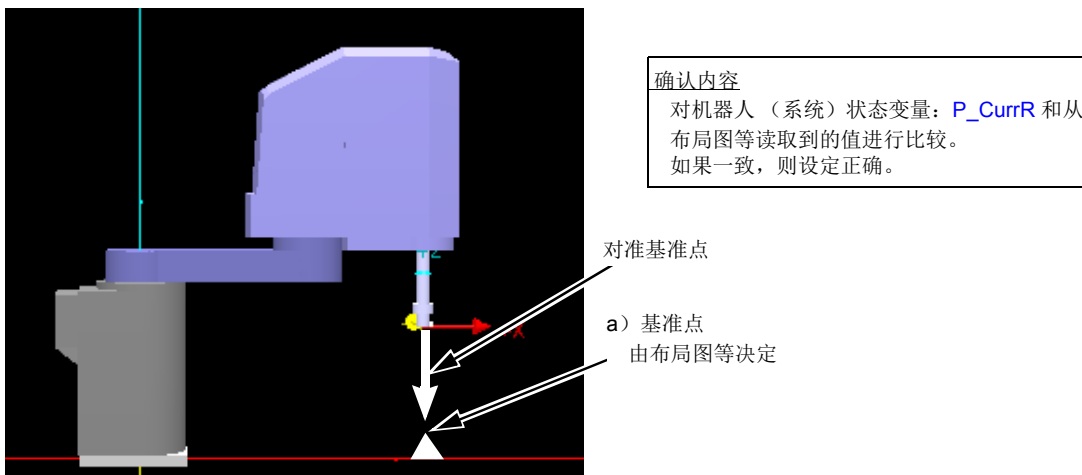

图 5-27: 确认机器人间的校准设定
- 1) 通过装置的布局图等为每个机器人确定一个基准位置。(图 5-27 的 a)。以下为基准点)